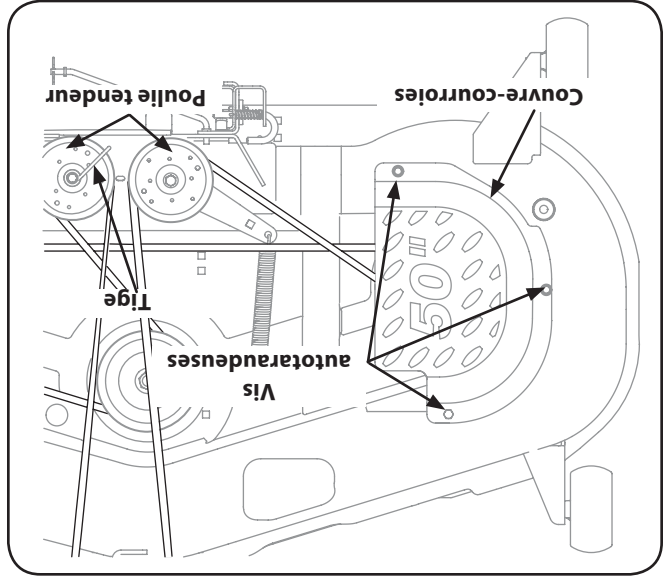

Figure 7-8
2. Retirez les couvre-courroies en enlevant les vis autotaraudeuses qui les maintiennent sur le plateau de coupe. Voir la Fig. 7-8.
3. Desserrez, mais n'enlevez pas la tige de garde de la courroie sur la poulie située près de l'arrière du plateau de coupe. Voir la Figure 7-8.